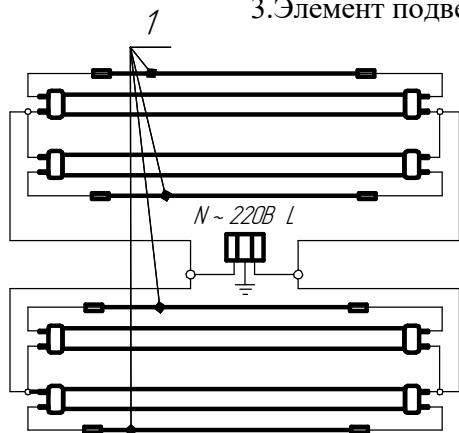
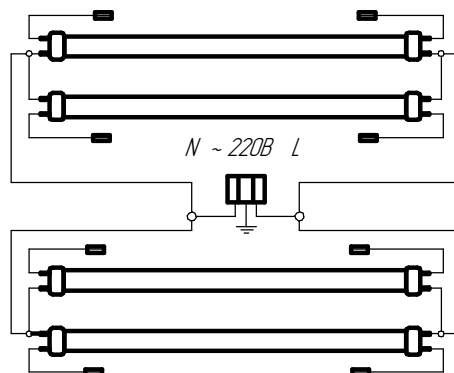
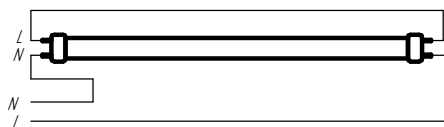
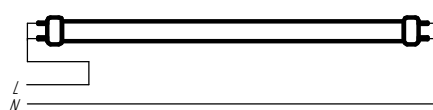

Рисунок 3.1 Схема подключения ДВО10-4x11-004 с LED лампами (тип 1).
Рисунок 3.2 Схема подключения ДВО10-4x11-004 с LED лампами (тип 2).
Рисунок 4.1 Схема подключения LED ламп (тип 1).
Рисунок 4.2 Схема подключения LED ламп (тип 2).
При монтаже светильников с аналогичными схемами подключения ламп (см. рис.4.1) необходимо электрическую схему светильника привести в соответствие со схемами (рис. 3.1 либо 5.1). Для этого в комплект поставки светильника входят дополнительные провода (присоединяемые при монтаже к установленным внутри светильника специальными зажимами Wago (рис.3.1 и 5,1; поз.1)). Светильники с другими схемами подключения ламп (рис.4.2) собираются по схеме (рис.3.2; 5,2).
5.6 ВО ИЗБЕЖАНИЕ КОРОТКОГО ЗАМЫКАНИЯ ЗАПРЕЩАЕТСЯ ПРИСОЕДИНЯТЬ К ЗАЖИМАМ Wago ПЕРЕМЫЧКУ (ДОПОЛНИТЕЛЬНЫЙ ПРОВОД) ИЗ КОМПЛЕКТА СВЕТИЛЬНИКА В СЛУЧАЕ ИСПОЛЬЗОВАНИЕ СВЕТОДИОДНЫХ ЛАМП ТИПА 2 (см. рис.4.2).
6.6 В случае использования светодиодных ламп типа 1 (см.рис.4.1), присоедините перемычку (дополнительный провод) из комплекта светильника к соответствующей паре зажимов типа Wago.